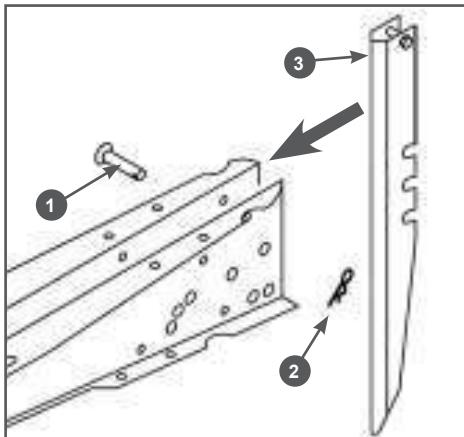

Рис. 4 Установка сошника
- Установите сошник 3 в раму мотокультиватора (Рис. 4). Совместите паз в сошнике и отверстие в раме и вставьте в отверстие палец 1 (Рис. 4). Зафиксируйте палец шплинтом 2 (Рис. 4).